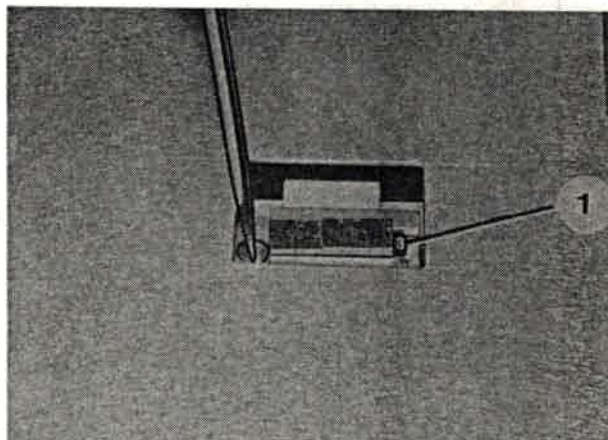

Bild 233
2. Sperrstift (Bild 233/1) mit Schraubendreher herunterdrücken und um 90 Grad verdrehen.